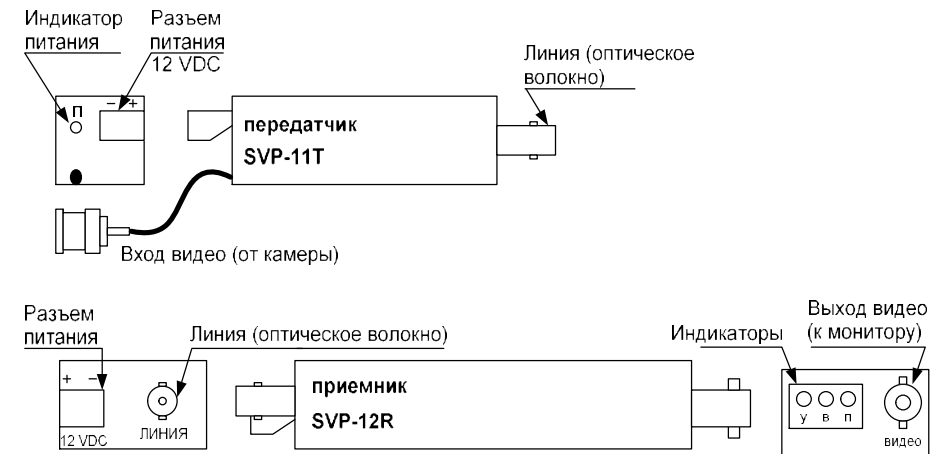

Рис. 1. Расположение разъемов и элементов индикации.
3.2. Подключить к передающему и приемному устройствам волоконно-оптический кабель, кабель источника сигнала (например, ТВ камеры) и кабель приемного оборудования (видеомонитора) в соответствии с Рис.1